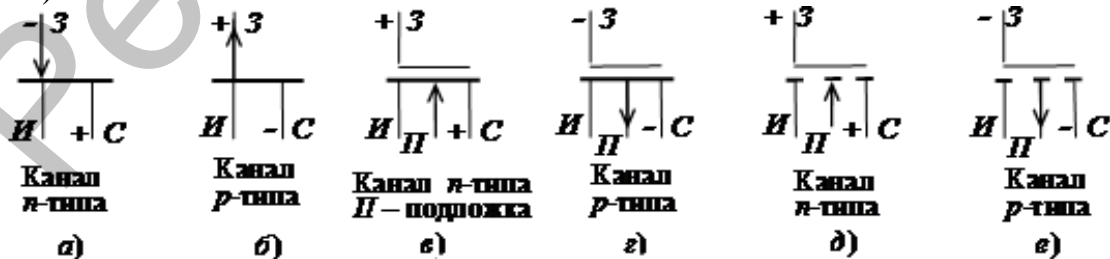

Рис. 2
- с изолированным (слоем диэлектрика) затвором для использования в устройствах, работающих с частотой до 1...2 ГГц. Их изготавливают или со встроенным каналом в виде МДП-структуры (см. их условное обозначение на рис. 2, в и г), или с индуцированным каналом в виде МОП-структуры (их условное обозначение на схемах дано на рис. 2, д и е).